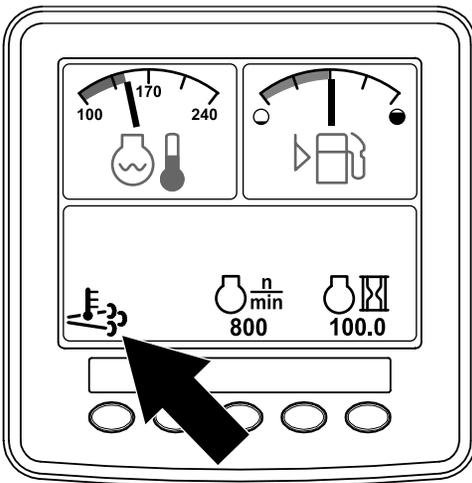

Figura 10
- El icono de temperatura alta de los gases de escape  aparece en el InfoCenter (Figura 10).